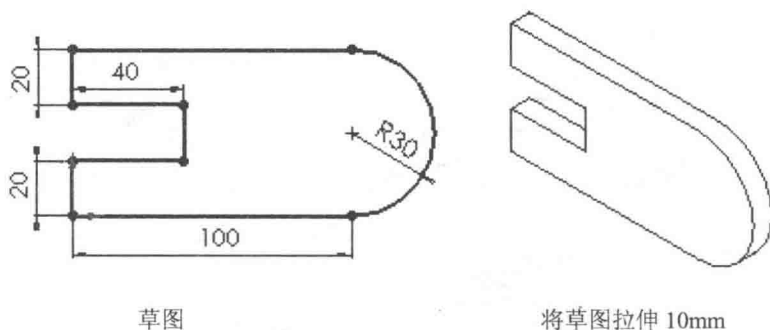
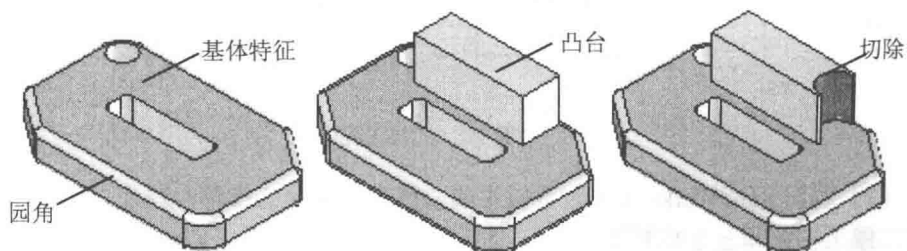

图 1.3 由草图建立特征
图 1.4 组合特征形成零件
(4) 具有特征造型的功能。一般可用草图建立一个基本特征，然后附加上更多的特征，最终建立零件模型。在此过程中可通过对特征的增减、改变或调动来自由地重定义设计，如图 1.3、图 1.4 所示。